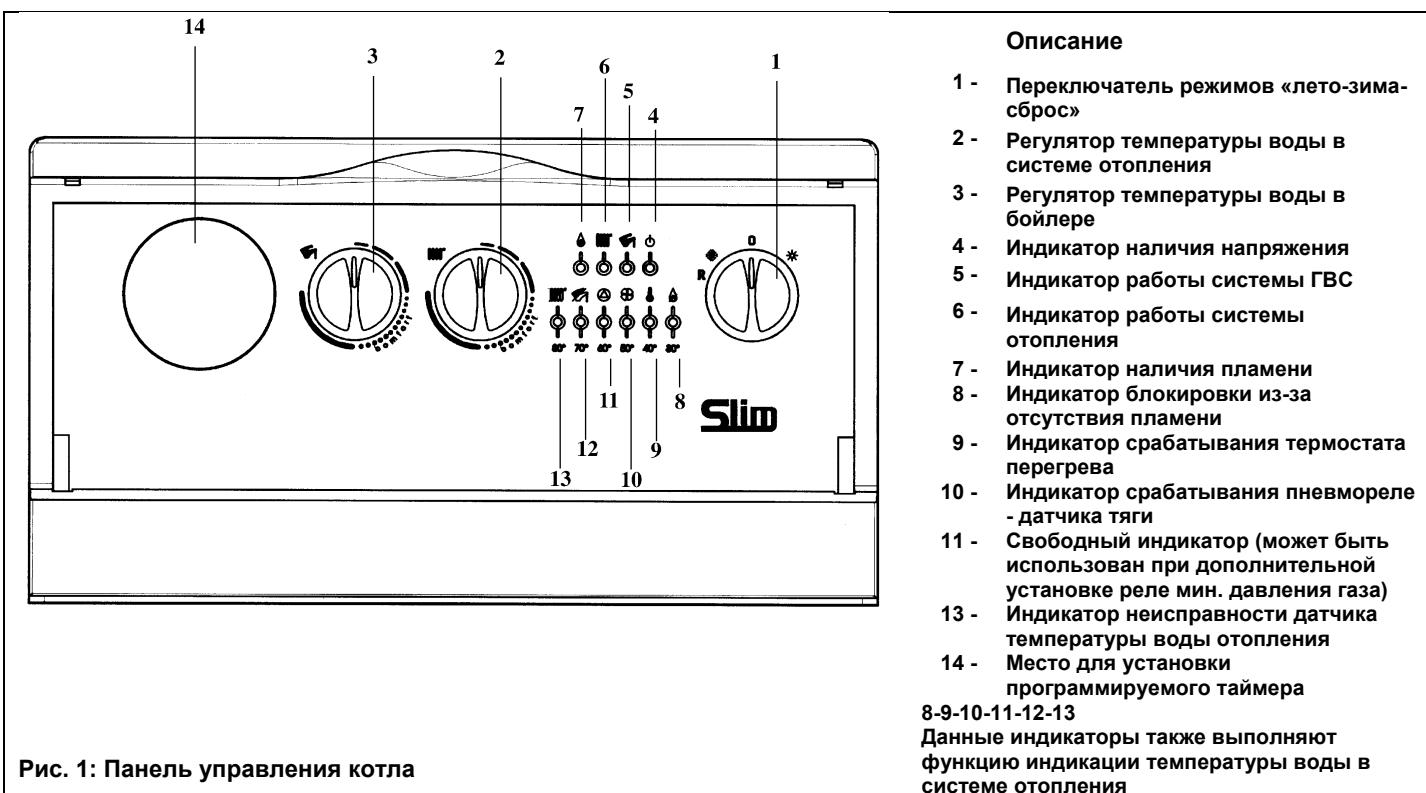

Рис. 1: Панель управления котла
- установить переключатель режимов «лето - зима» (рис. 1, позиция 1) в режим «зима» *
- установить регулятор температуры воды в системе отопления (рис. 1, позиция 2) на нужное значение.
Важная информация: при переключателе режимов «лето - зима» (рис. 1, позиция 1), установленном в положении «зима» *, перед каждым очередным включением котла по сигналу регулятора системы отопления установлена задержка на несколько минут (для того чтобы избежать частых включений/выключений). Для того чтобы горелка включилась сразу, переведите переключатель в положение (0), а затем снова установите режим «зима».
Внимание! При первом включении внутри трубы подачи газа могут образоваться воздушные пробки. В таких случаях горелка не будет включаться и произойдет блокировка котла по газу (загорается красная лампочка блокировки котла - рис. 1, позиция 8). При возникновении данной проблемы повторите процесс включения котла до поступления газа в горелку, кратковременно установив перед включением переключатель режимов (рис. 1, позиция 1) в положение R (сброс).
Регулятор температуры воды в бойлере (рис. 1, поз. 3) может использоваться только при наличии накопительного бойлера. В этом случае возможно отрегулировать температуру воды контура ГВС, установив регулятор на нужное значение.
Приоритет ГВС можно отключить установив регулятор (рис. 1, поз. 3) на минимальное значение в соответствии с функцией защиты от замерзания воды в бойлере.
Данное устройство может быть снабжено комнатным термостатом для контроля температуры отапливаемого помещения. В этом случае регулятор температуры воды в системе отопления (рис.1, поз. 2) устанавливается в максимальное положение, а сигналы на включение и выключение котла поступают от комнатного термостата. При отсутствии комнатного термостата температура помещения регулируется косвенным образом при помощи регулятора температуры воды в системе отопления (рис.1, поз. 2); при таких условиях насос системы отопления работает постоянно. Для увеличения температуры повернуть регулятор по часовой стрелке, для уменьшения - против часовой стрелки.
- Установить переключатель режимов (рис. 1, поз. 1) в положение (0), проследив, чтобы лампочка-индикатор (рис. 1, позиция 2) погасла; таким образом прекращается подача электричества на котел.
- переключатель режимов (рис.1, позиция 1) не установлен в положение (0);